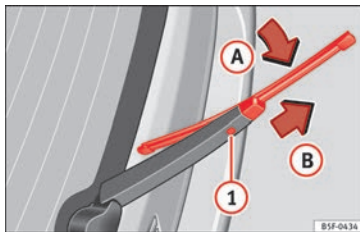

Fig. 81 Cambio de la escobilla de la luneta trasera.
- Rote la escobilla ligeramente »» **fig. 81** (flecha **A**).